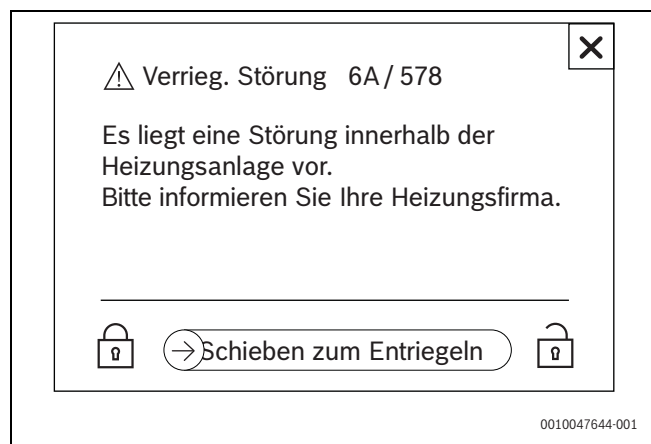

Bild 92 Verriegelnde Störung (Beispiel)
▶ Entriegelung erfolgt über → Schieben zum Entriegeln (→ Bild 92).